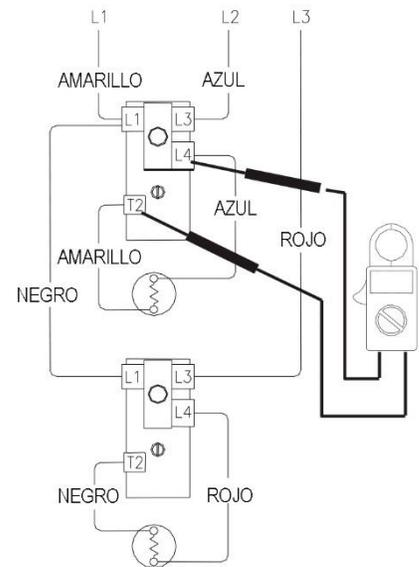

Figura 22
5. Compruebe los terminales L4 y T2 del termostato superior (consulte la figura 22).